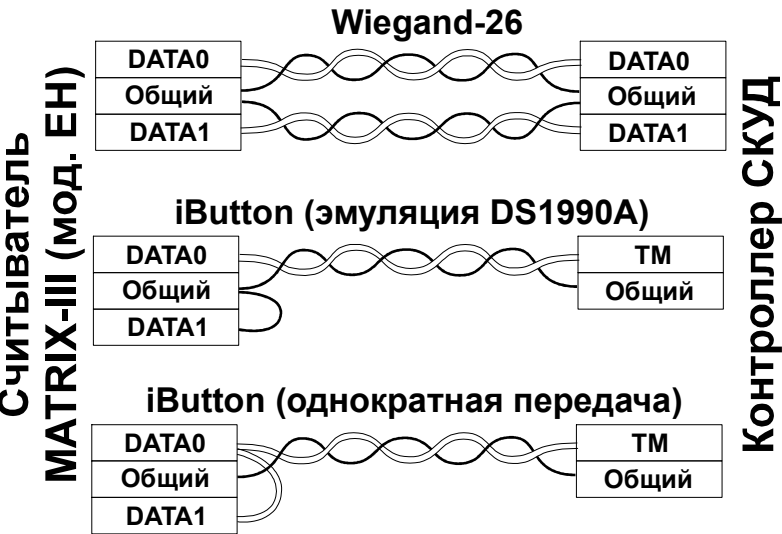

Рис.1 Выбор протокола передачи.
- при подключении по iButton один провод витой пары подключается на GND, второй - на DATA0. В зависимости от режима iButton DATA1 подключается к GND или DATA0 (см. Рис.1);
- при подключении по Wiegand-26 первая витая пара подключается между GND и DATA0, а вторая витая пара подключается между GND и DATA1 (см. Рис.1).